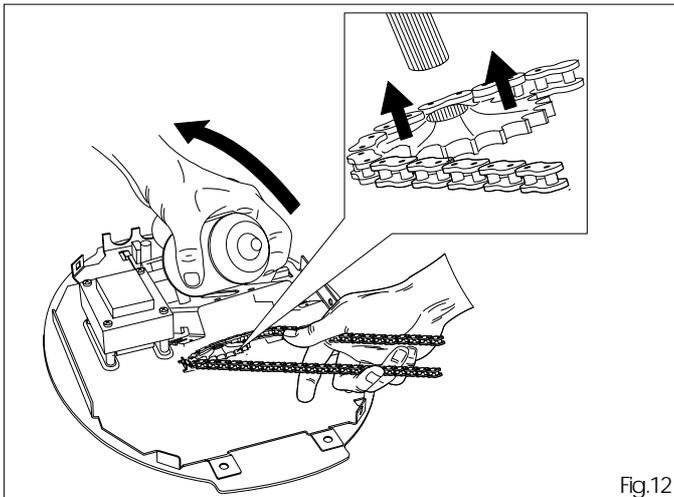

Fig.12
5.7 Sollevare l'unità motore facendo attenzione a non danneggiare l'apparecchiatura elettronica, accoppiare il pignone con la catena e inserirlo nell'albero motore (fig.12).